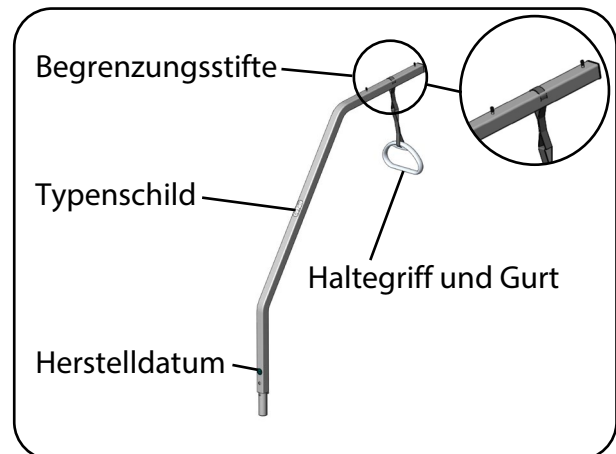

Abb. 6.3.02 - Aufrichter mit Haltegriff und Gurt
4. Positionieren Sie die Halteschleife des Gurtes zwischen den beiden Begrenzungsstiften am Aufrichter (Abb. 6.3.02).